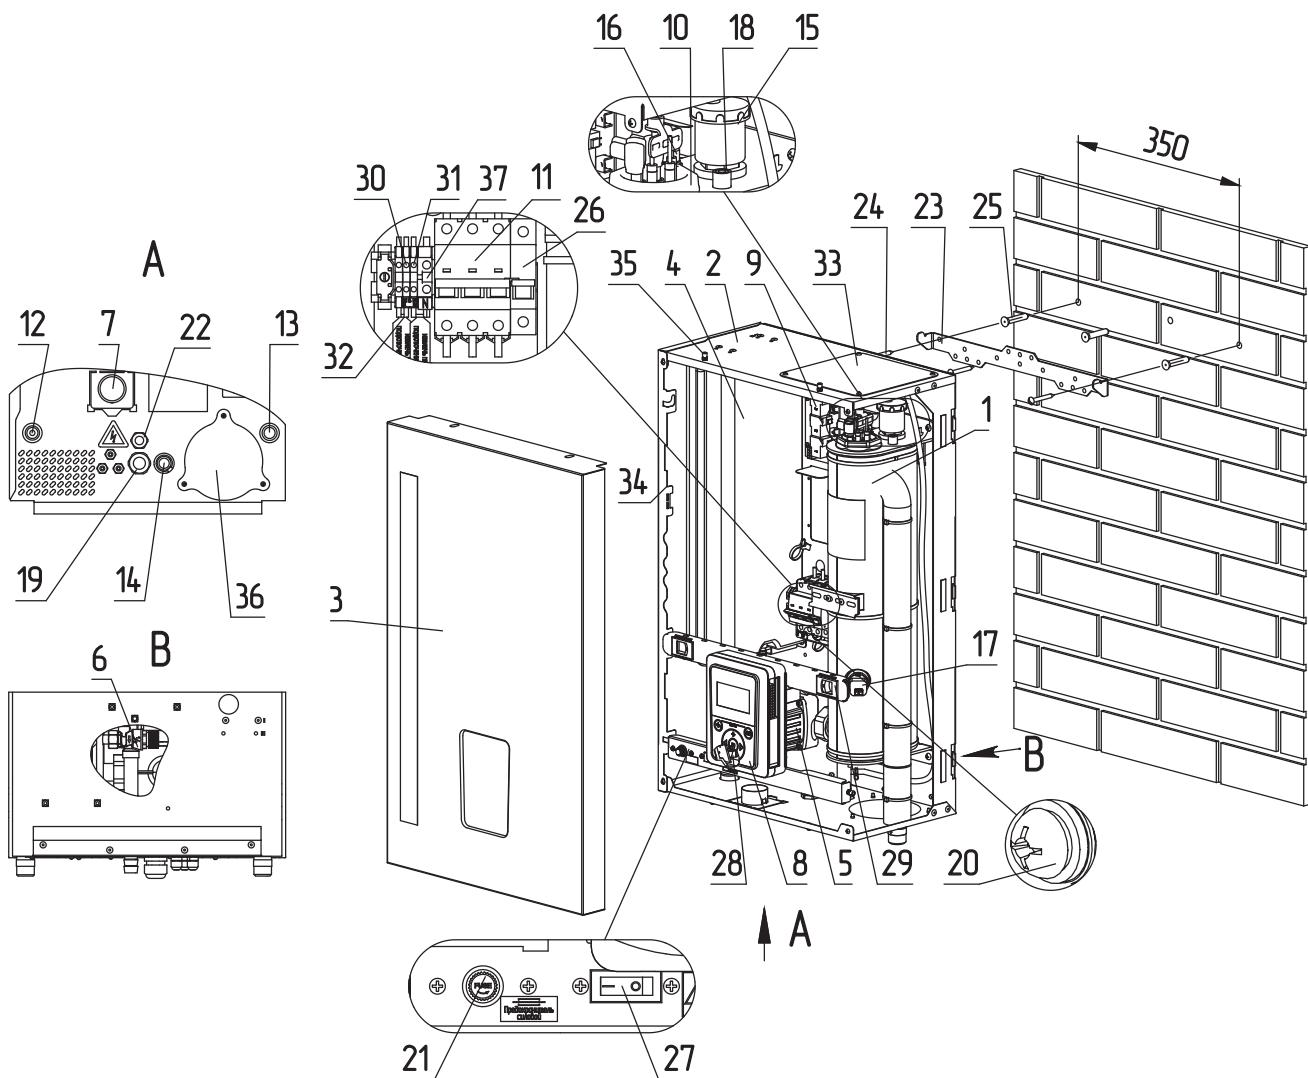
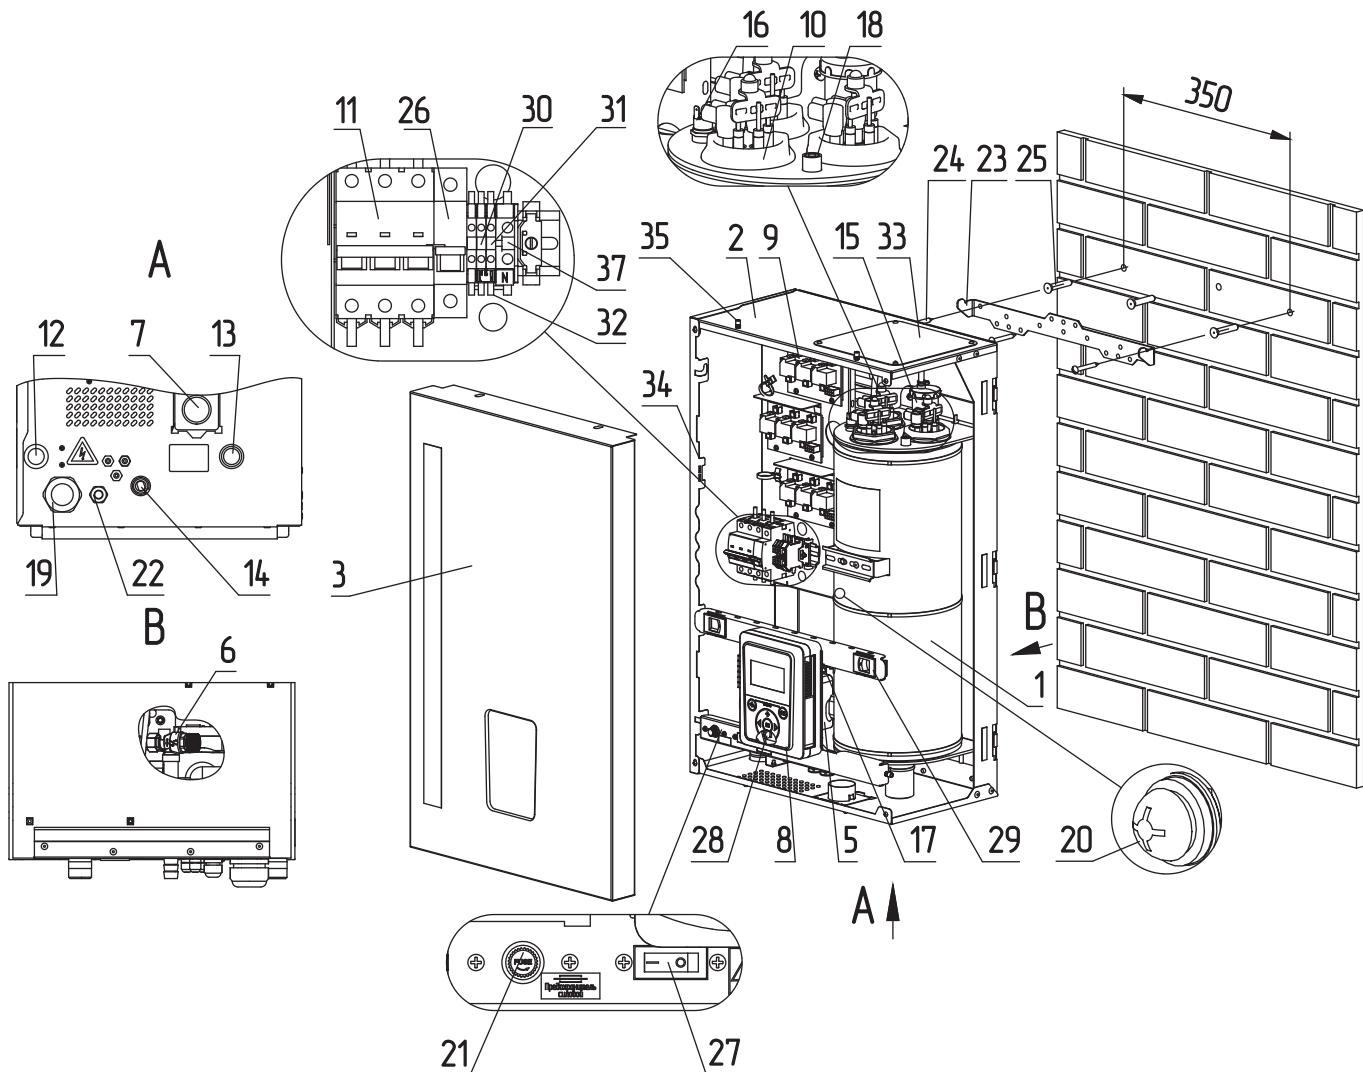

Рис.4 Устройство электрического котла ZOTA MK-X 4,5-24 кВт
Рис.5 Устройство электрического котла ZOTA MK-X 30-36 кВт
Закрепите настенный кронштейн на вертикальной поверхности в необходимом месте с помощью шурупов, входящих в комплект, и установите на него котел, как показано на **Рис.4, Рис.5;**
- извлечь перемычки (**Рис.4, Рис.5, поз.32**);
- подключить провода фазы «L» к колодке (**Рис.4, Рис.5, поз.30**);
- подключить провода нейтрали «N» к колодке (**Рис.4, Рис.5, поз.31**).
- включить вводной автомат (**Рис.4, Рис.5, поз.11**) вместе с расцепителем в верхнее положение;
- перевести выключатель (**Рис.4, Рис.5, поз.21**) в положение ВКЛ;